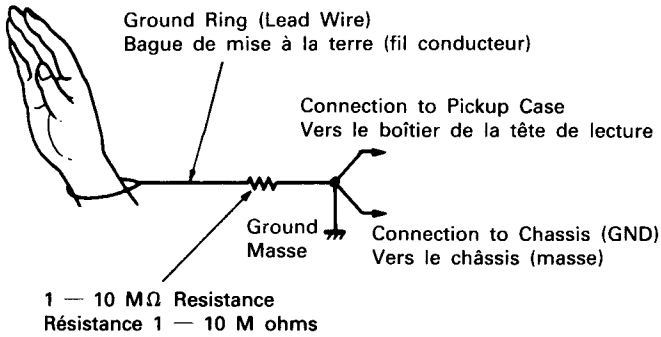

Fig. 13
##### (2) Handling of the Unit Mechanism Assembly (Fig. 13)
When handling the Pickup Mechanism Assembly and the Unit Mechanism Assembly use a Ground Ring of the kind pictured in Fig. 13.
##### (2) Maniement de l'ensemble du mécanisme de l'unité (Fig. 13)
Lors du maniement de l'ensemble du mécanisme de la tête de lecture et de l'ensemble du mécanisme de l'unité, utiliser une bague de mise à la terre du type de celui illustré sur la Fig. 13.